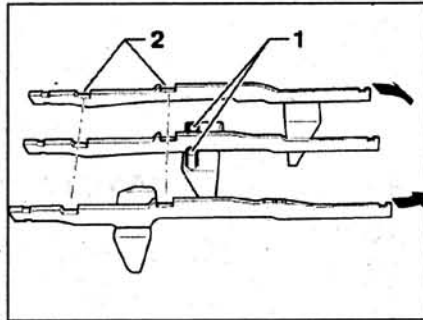

Рис. 4.55. Штоки переключения передач.
3. Отсоедините штоки от направляющего пальца 1 центрального штока путем вращения (стрелки) (рис. 4.55).